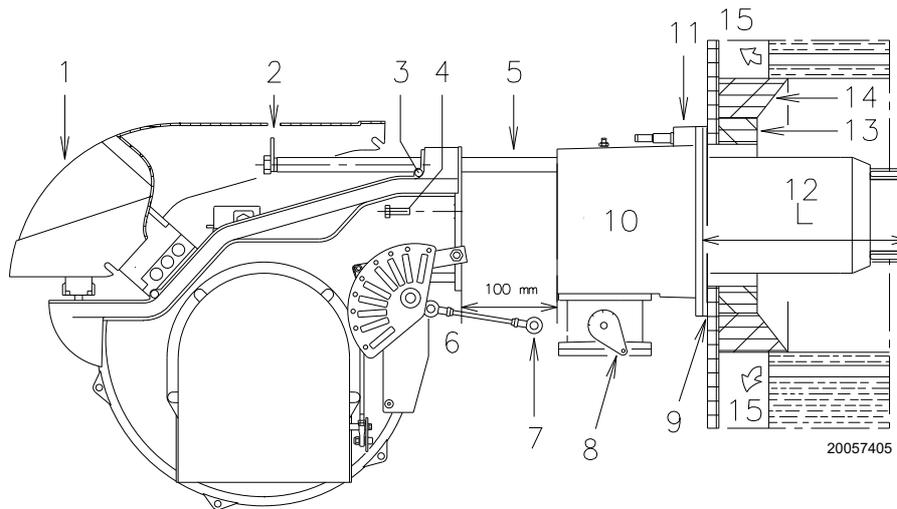

Fig. 14
Pour les chaudières avec circulation des fumées sur l'avant 13)(Fig. 14 à la page 19), ou avec chambre à inversion de flamme, réaliser une protection en matériau réfractaire 11), entre le réfractaire de la chaudière 12) et la buse 10).
Pour les chaudières avec la partie avant refroidie avec de l'eau, le revêtement réfractaire 11)-12)(Fig. 14 à la page 19), n'est pas nécessaire, sauf demande expresse du fabricant de la chaudière.
Séparer la tête de combustion du reste du brûleur, comme indiqué dans la Fig. 14 ; procéder comme suit :
- remonter le brûleur sur les glissières 3) à environ 100 mm du manchon 4) - brûleur dans la position illustrée sur la Fig. 14 ;